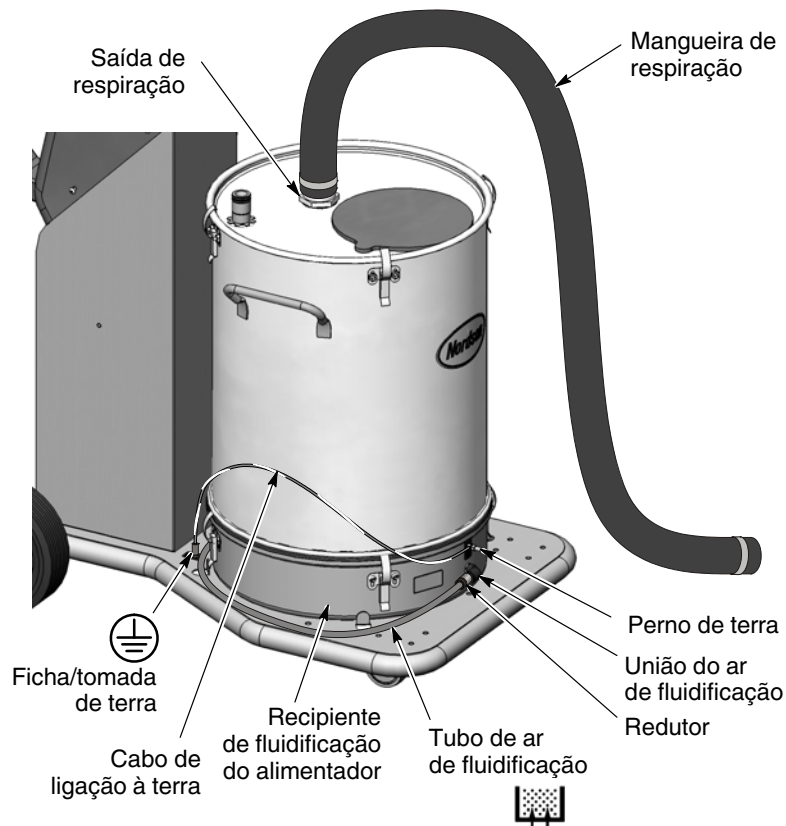

Figura 3-7 Instalação do alimentador no carro do sistema móvel
1. Consulte a figura 3-7. Solte os fechos da tampa do alimentador e retire a mangueira de respiração e as braçadeiras da mangueira.
Ligue a mangueira de respiração, fornecida com o alimentador, à tampa do alimentador, como ilustrado na figura 3-7. Encaminhe a mangueira de respiração para uma tubuladura de respiração situada na cabina ou no módulo do colectador.